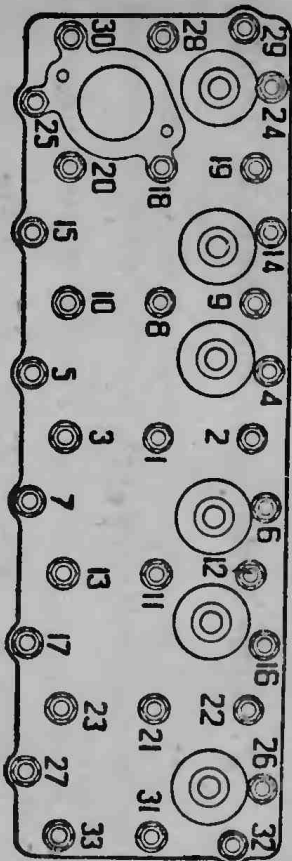

Рис. 2. Порядок затяжки гаек головки цилиндров.
7. После 250 и 500 км. пробега подтянуть гайки шпигелс крепления головки блока двигателя. соблюдая порядок затяжки, указанный на рис. 2.